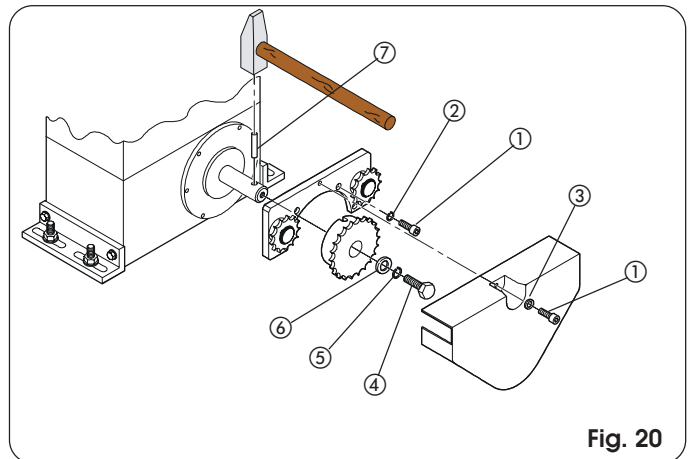
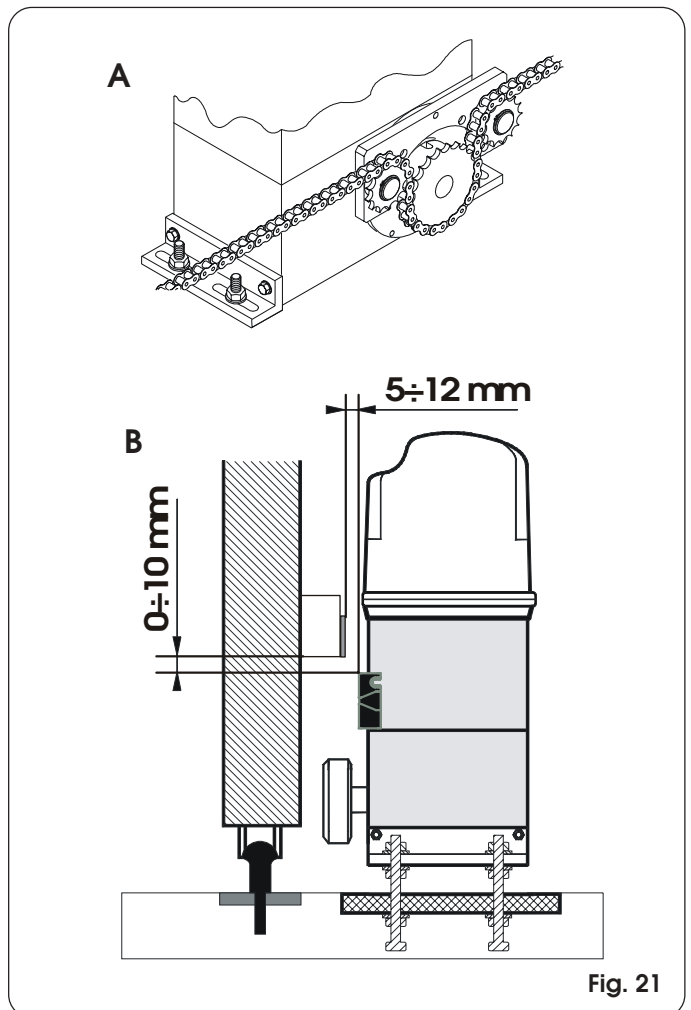

Fig. 20
Fig. 21
- 1) Monteer de spanstift ⑦ in de as met behulp van een hamer.
- 2) Plaats de beugel van de tussenoverbrengingen op de flens van de motorvertraging met behulp van de vier schroeven ① (M5 x 12) en de bijbehorende ringen ② uit de set, zoals aangegeven op fig. 20.
- 3) Plaats de kettingpignon op de as en laat hierbij de zittingen van de pignon op de spanstift samenvallen en haal de schroef ④ en de ringen ⑤ en ⑥ aan.
- 4) Voer de ketting door zoals aangegeven op fig. 21 ref. A en monteer de afdekking met de schroef ① en de ring ③ van fig. 20.
- 5) Voor aandrijvingen met MLS eindschakelaar dienen er steunen voor de bijgeleverde magneten te worden aangebracht volgens, de maten die worden aangegeven op fig. 21 ref.B.